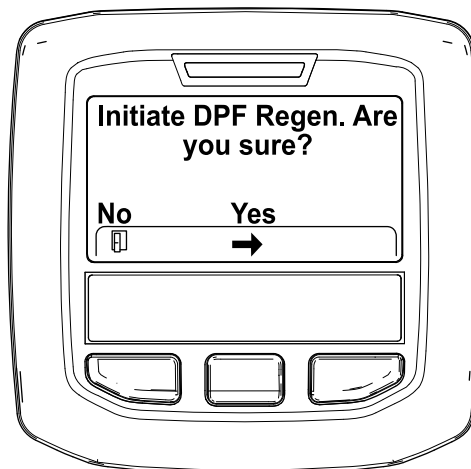

Figure 50
4. Quand le message « Initiate DPF Regen. Are you sure? » (lancer régénération FAP. Êtes-vous sûr(e) ?) s'affiche, appuyez sur le bouton central (Figure 50).